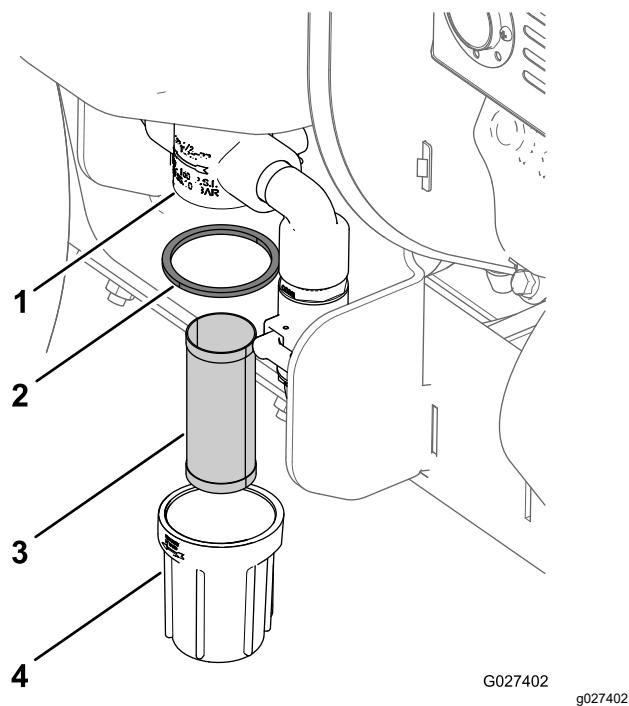

Figura 62
- Gire la taza del filtro en sentido antihorario y retire la taza y el filtro del cuerpo del filtro (Figura 62).
7. Instale el filtro en el cuerpo del filtro (Figura 62).
8. Instale la junta y la taza del filtro en el cuerpo del filtro y apriete la taza a mano (Figura 62).